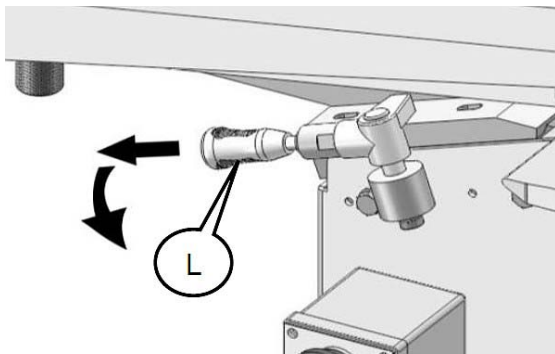

Abb. 24: Arbeitstisch schwenken
Schritt 4: Den Abricht Hobeltisch durch Drehen und Lösen des Griffs (L, Abb. 24) nach hinten schwenken.